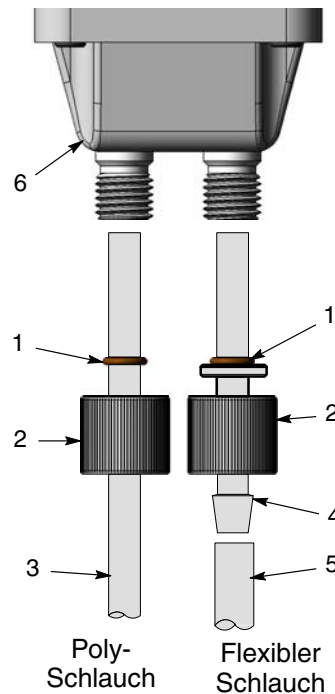

Abb. 7 Pulverschläuche installieren
1. Siehe Abb. 7. Eine Schlauchhaltemutter (2) und den O-Ring (1) von der Pumpe abnehmen.
2. Die Haltemutter auf den Poly-Schlauch (3) schieben.
4. Den Poly-Schlauch bis zum Anschlag in den Verschleißblock (6) schieben.
2. Den O-Ring auf dem Schlauchadapter (4) installieren, bis er am Adapterflansch anliegt.
3. Das Adapterende im Verschleißblock (6) installieren.
5. Den flexiblen Pulverschlauch (5) auf das Steckende des Adapters schieben.